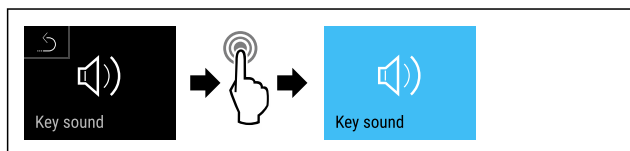

Fig. 94
- ▶ Proved'te akční kroky (viz Fig. 94) .